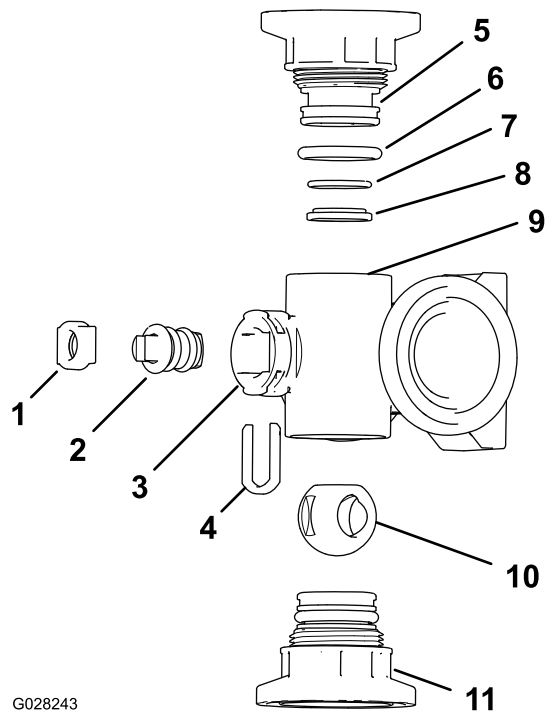

Bild 77
2. Nehmen Sie die zwei Endkappen-Anschlussstücke von jedem Ende des Verteilergehäuses ab (**Bild 77** und **Bild 78**).
4. Nehmen Sie den Schafthalter aus den Schlitzen im Schaftanschluss im Verteiler heraus (Bild 77 und Bild 78).
5. Nehmen Sie den Schafthalter und den Ventilschaftsockel aus dem Verteiler heraus (Bild 77 und Bild 78).
6. Fassen Sie in das Verteilergehäuse und nehmen Sie den Ventilschaft heraus (Bild 77 und Bild 78).
1. Überprüfen Sie den Zustand der O-Ringe des Auslaufanschlusstücks (nur Abschnittventilverteiler), der Endkappen-O-Ringe, der hinteren O-Ringe und den Kugelsockel auf Beschädigungen oder Abnutzung (Bild 77 und Bild 78).
2. Tragen Sie Silikonfett auf den Ventilschaft auf und setzen ihn in den Ventilschaftsockel (Bild 77 und Bild 78) ein.
3. Setzen Sie den Ventilschaft und den Sockel in den Verteiler und befestigen Sie den Schaft und den Sockel mit dem Schafthalter (Bild 77 und Bild 78).
4. Stellen Sie sicher, dass die hinteren O-Ringe und der Kugelsockel ausgefluchtet sind und im Endkappen-Anschlusstück sitzen (Bild 77 und Bild 78)
5. Bringen Sie das Endkappen-Anschlusstück am Verteilergehäuse an, bis der Flansch des Endkappen-Anschlusstücks das Verteilergehäuse berührt, drehen Sie dann das Endkappen-Anschlusstück um eine weitere Achtel- bis Viertelumdrehung (Bild 77 und Bild 78).